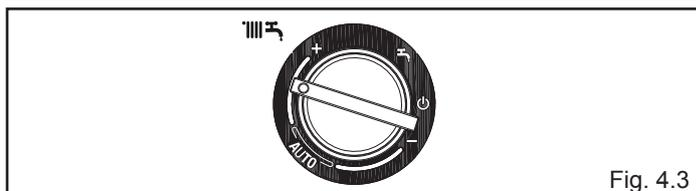

Fig. 4.3
**Inverno:** ruotando il selettore di funzione (fig. 4.3) all'interno dell'area contraddistinta con "+" e "-", la caldaia fornisce acqua calda sanitaria e riscaldamento.
Per regolare la temperatura dell'acqua di riscaldamento, ruotare in senso orario la manopola con il simbolo  (fig. 4.3) all'interno dell'area contraddistinta con "+" e "-".